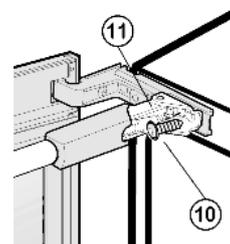

Fig. 16
► Infine piegare l'ammortizzatore di chiusura, in modo che sia possibile avvitare la vite Fig. 16 (10). Serrare fermamente la vite a 4 Nm.